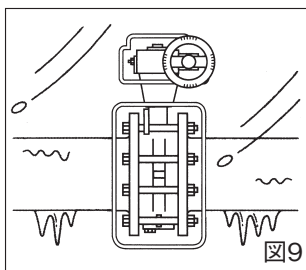

図9
- R. バルブに熱サイクルがかかる場合は、本体を必ず保温してください。その際はグランドを増し締めできるように保温してください。また、バルブ本体温度が一定になってからバルブの操作を始めてください。(図9)